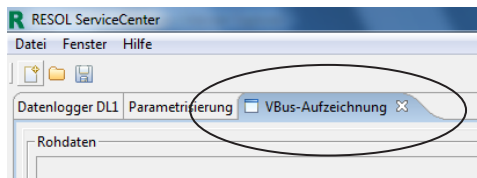

Abb. 1
- ➔ Den Tab **VBus-Aufzeichnung** anklicken (Abb. 1)